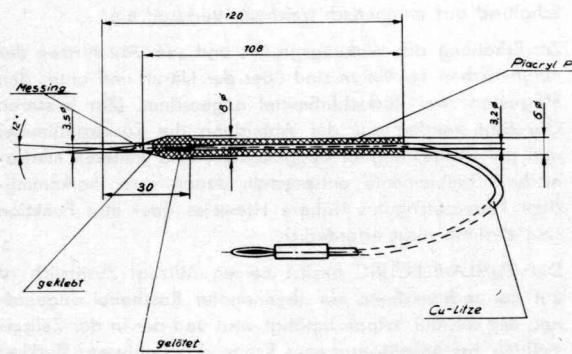

Abb. 3
4.1.3 Zwei isolierte Tastspitzen gemäß Abb. 3